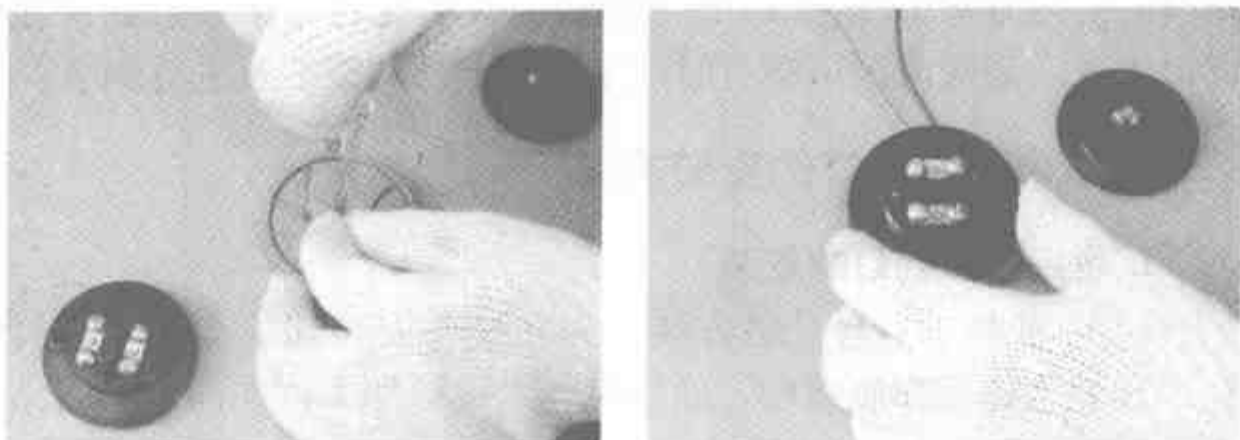

图 4-16 挂线盒的安装
(2) 挂线盒的安装。塑料挂线盒的安装过程是先将电源线从挂线盒底座中穿出,用螺丝将挂线盒紧固在圆木上。然后将伸出挂线盒底座的线头剥去20mm左右绝缘层,弯成接线圈后,分别压接在挂线盒的两个接线桩上,如图4-16所示。再按灯具的安装高度要求,取一段花线或塑料绞线作挂线盒与灯头之间的连接